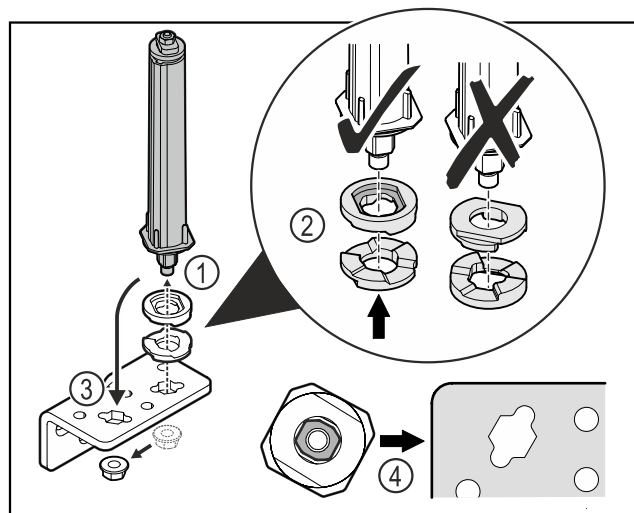

Fig. 39
- Lossa muttern och ta bort dörrlåssystemet Fig. 39 (1).
- Se till att rikta brickorna för höjdjustering korrekt Fig. 39 (2).
- Flytta dörrlåssystemet i gångjärnsfästet och fixera med muttern Fig. 39 (3).
- Kontrollera att dörrlåssystemet är korrekt riktat vid monteringen Fig. 39 (4).